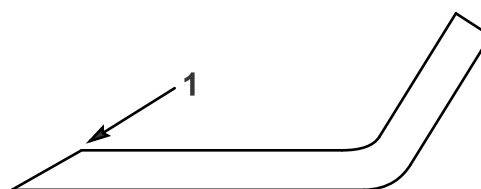

Figura 41
- Utilice una lima para afilar el filo de corte en ambos extremos de cada cuchilla (Figura 41).